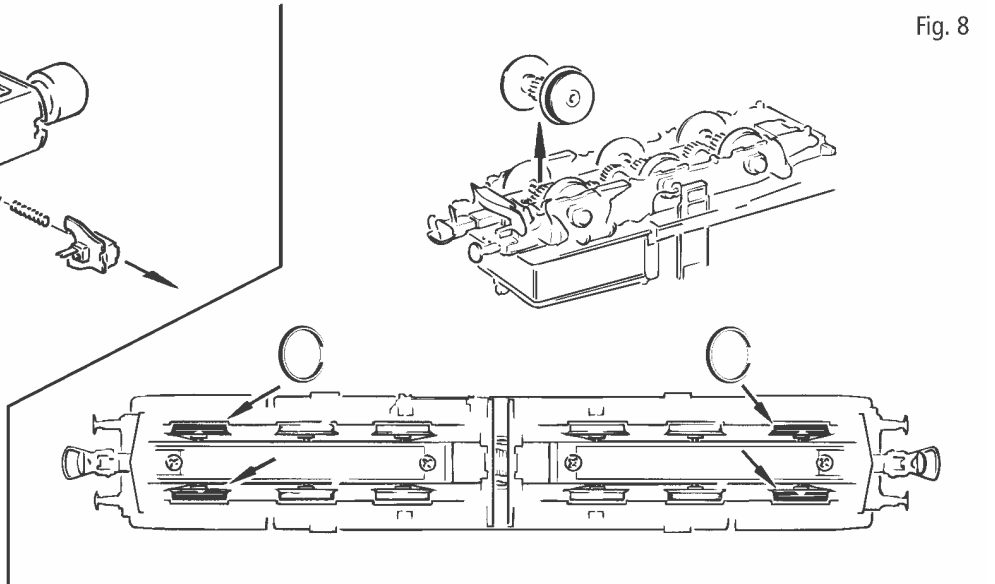
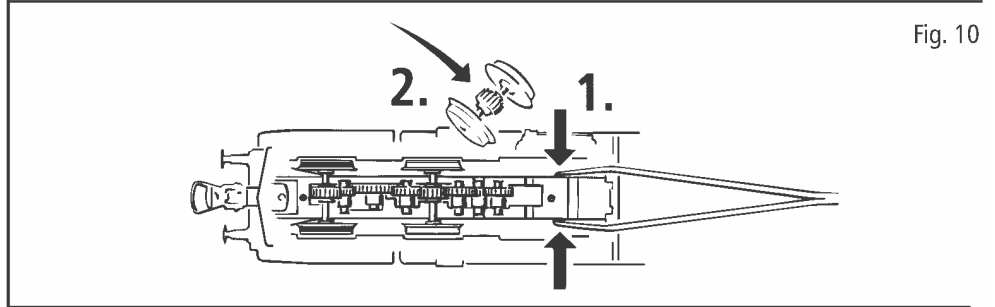
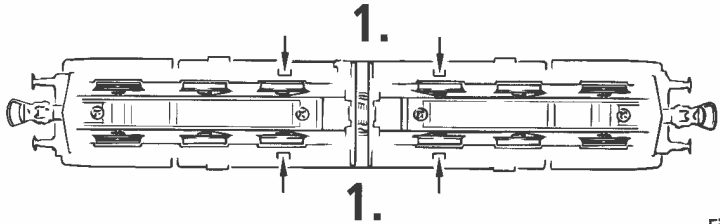

Fig. 7
Fig. 11
Fig. 3c
Mehrzugbetrieb: Zuerst Lokgehäuse abnehmen (Fig. 3c). Danach den Brückenstecker aus der Schnittstelle entfernen (diesen sorgsam aufbewahren). Danach den Stecker des Steuerbausteins lagerichtig einsetzen (siehe Fig. 4).
Ausführung für Wechselstrom: siehe Fig. 11
2. Schmierung: Versehen Sie die im Schmierplan in Fig. 7 gekennzeichneten Stellen mit nur **kleinen Öltropfen**. Dazu zuerst das Lokgehäuse abnehmen (Fig. 3c). Wir empfehlen den ROCO **Öler Art.-Nr. 10906**. Fürs Schmieren der Getriebeteile (Zahnräder, Schnecke) empfehlen wir das **ROCO-Spezialfett Art.-Nr. 10905**. Im Falle der Schmierung diese Teile **nicht ölen**.
4. Kohlebürstenwechsel: Lokgehäuse abnehmen (Fig. 3c). Danach wird der Motor ausgebaut und die Kohlebürsten ausgewechselt (Fig. 6).
A.C. operation: see fig. 11
2. Lubrication: Apply **tiny oil drops** to spots marked in fig. 7. Prior to lubrication dismantle locomotive (fig. 3c). We recommend using item no. **10906, Roco oiler**. For lubrication the gearparts (e.g. cogwheels, worm) we would recommend our Roco **special grease** (item no. **10905**).
4. Carbon Brush Changing: First remove loco body (fig. 3c), and then the motor (fig. 6).
2. Graissage: N'appliquez **qu'une toute petite goutte** aux endroits indiqués par le plan de graissage (fig. 7) après avoir démonté la caisse de la locomotive (fig. 3c). Nous vous recommandons **le graisseur à huile Roco réf. 10906**. Pour graisser les engrenages (roues dentées, vis sans fin) nous vous conseillons la **graisse spéciale Roco réf. 10905** pour engrenages en matières synthétiques. Lorsque vous utilisez cette graisse il faut éviter d'huiler ces composants.
voir fig. 11
4. Remplacement des balais du moteur: Démontez la caisse (voir fig. 3c). Démontez ensuite le moteur et échangez le balais (fig. 11).